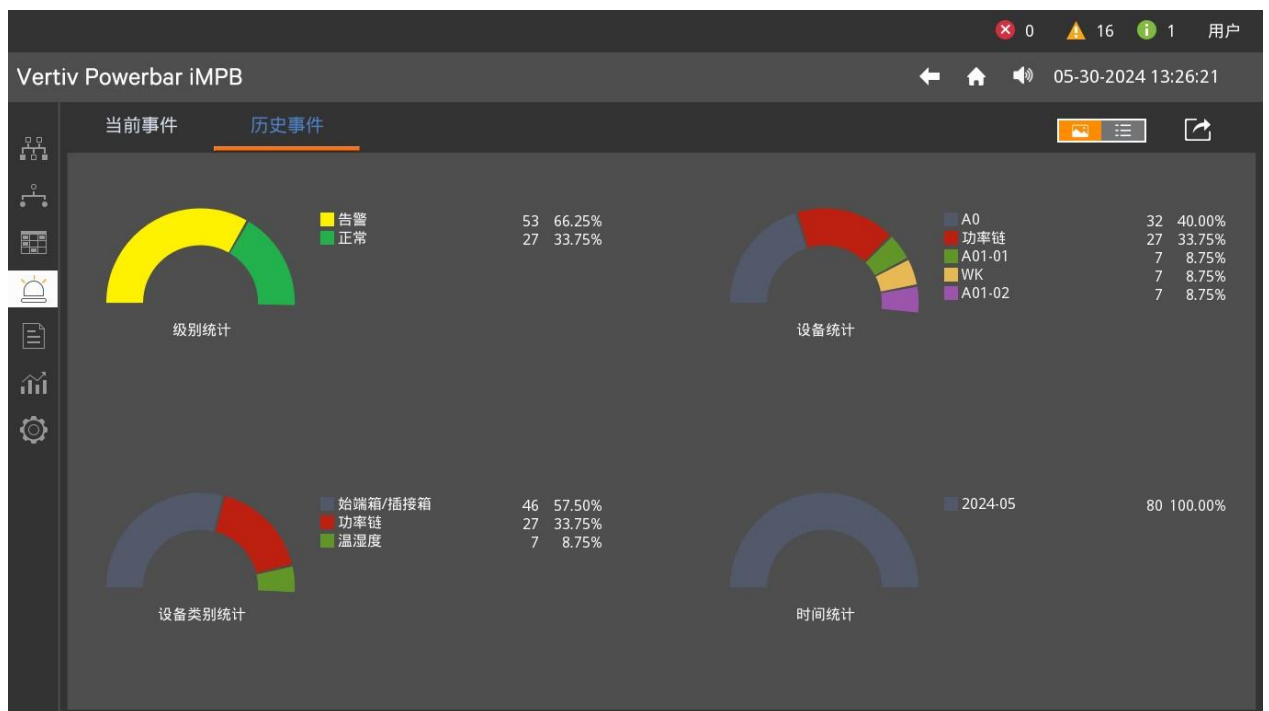

图3-13 显示无过滤条件的事件饼图
- 1) 显示饼图：点击图标，切换到饼图页面。如图 3-13 所示，分别按级别、设备、设备类型、告警时间 4 个条件对 iMPB 中的历史告警信息进行统计并展示。